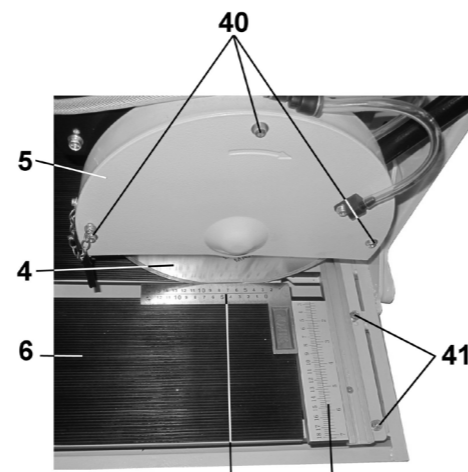

Рис.11
## 12. ЗАМЕНА ОТРЕЗНОГО ДИСКА (Рис. 11,14)
**Внимание: Обращайтесь с отрезным диском (4) осторожно, избегая его ударов и падений.**
12.2. Выкрутите три винта (40), Рис.11, снимите кожух (43).
10.1.3. Как показано на Рис.11, положите угольник (42) на рабочий стол (6) вплотную к фронтальному упору (30). Проверьте положение отрезного диска (4) относительно фронтального упора (30). При необходимости ослабьте три болта (41), произведите регулировку угла 90° фронтального упора (30) относительно отрезного диска (4). По окончании регулировки надёжно закрепите болты (41), Рис.11.